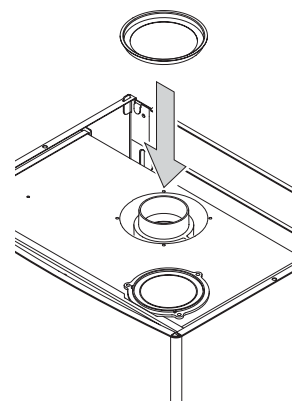

Fig. 8/a
2.7.1 Accessori ø 60/100 (fig. 8)
Gli schemi di fig. 8 illustrano alcuni esempi dei diversi tipi di modalità di scarico permessi e le lunghezze massime raggiungibili.
2.7.2 Diaframma per condotto coassiale ø 60/100 (fig. 8/a)
Utilizzare i diaframmi in base alle indicazioni di fig. 8/a.